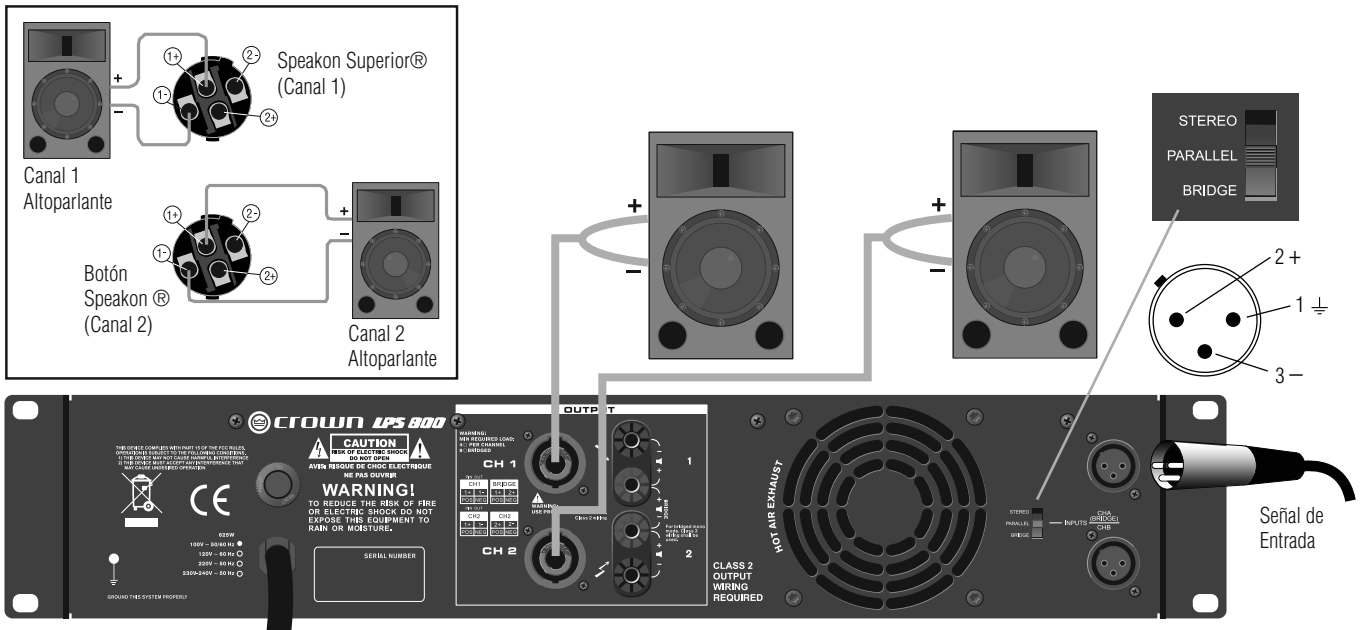

Figura 7. Cableado Análogo con Speakon® Conectores
1. Ver Figura 7. En el panel posterior, colocar el Botón Salida en Modo ANÁLOGO.